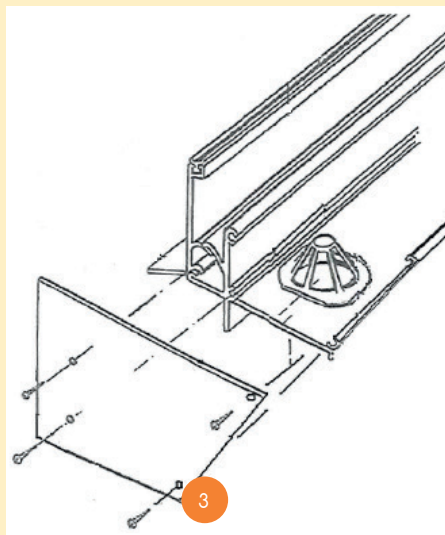

Abb. 9
1.18 Schrauben Sie an beiden Seiten die Seitenkappen (w) der Rinne mit 4 Senk-Kreuz-Schrauben (3) an. Abb.: 9